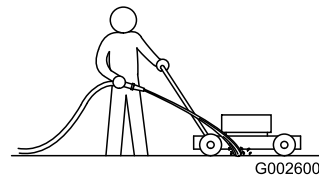

Bild 34
1. Lassen Sie den Motor auf einer flachen, befestigten Oberfläche laufen und sprühen Sie Wasser vor das rechte Hinterrad (Bild 34).